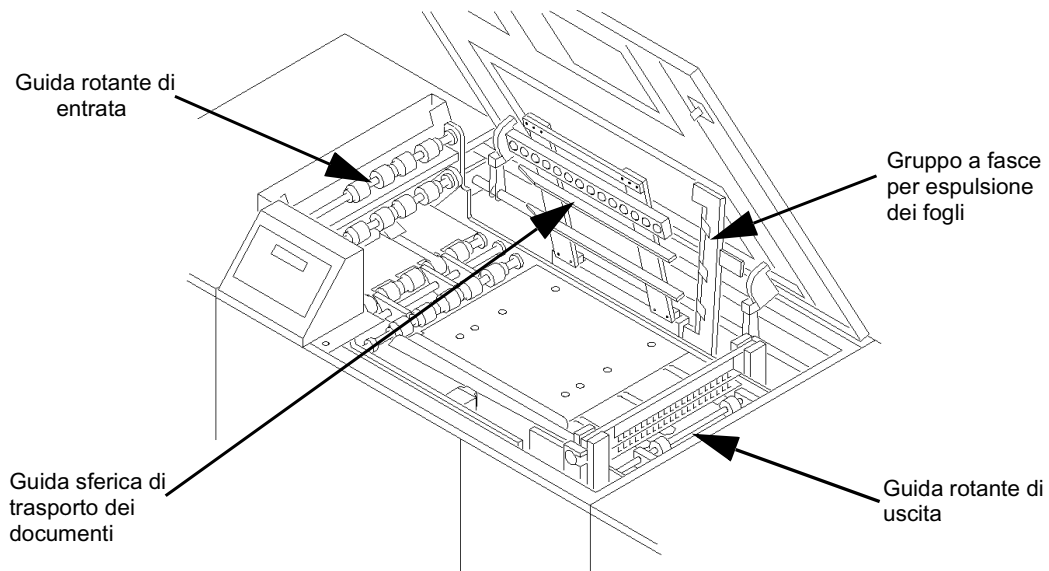

Figura 3-2: I componenti del percorso interno della carta
- 4 Aprire (sollevare) la guida rotante di entrata, la guida sferica di trasporto dei documenti e il gruppo a fasce per espulsione dei fogli, come illustrato nella Figura 3-2, ed estrarre ogni eventuale foglio di carta che sia inceppato in quest'area.
- 5 Rimuovere la guida rotante di uscita, come illustrato nella Figura 3-2, ed estrarre ogni eventuale foglio di carta che sia inceppato in quest'area.